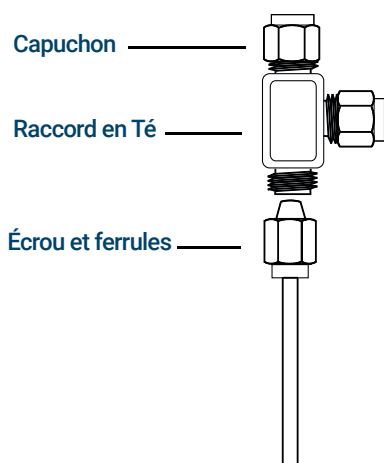

Figure 21. Té Swagelok
- 1 Coupez le tube à l'endroit où vous souhaitez installer le Té. Raccordez le tube et le Té avec un raccord Swagelok. Voir **Figure 21**.